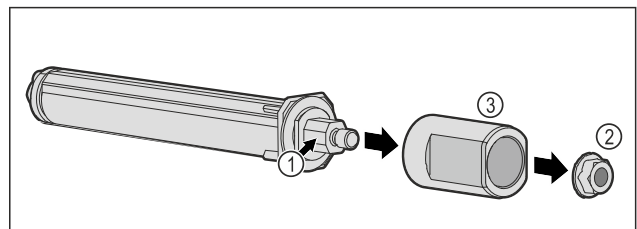

Fig. 50
- ▶ Türschließsystem Fig. 50 (1) nicht zerlegen.
- ▶ Mutter Fig. 50 (2) entfernen.
- ▶ Hülse Fig. 50 (3) abnehmen.